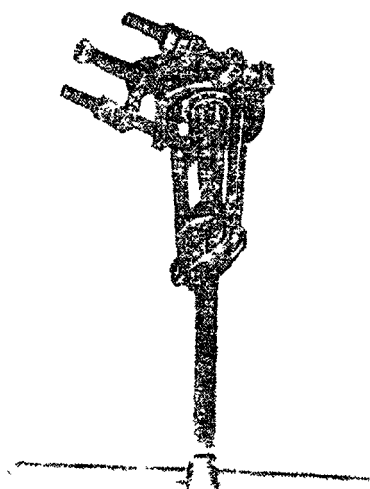
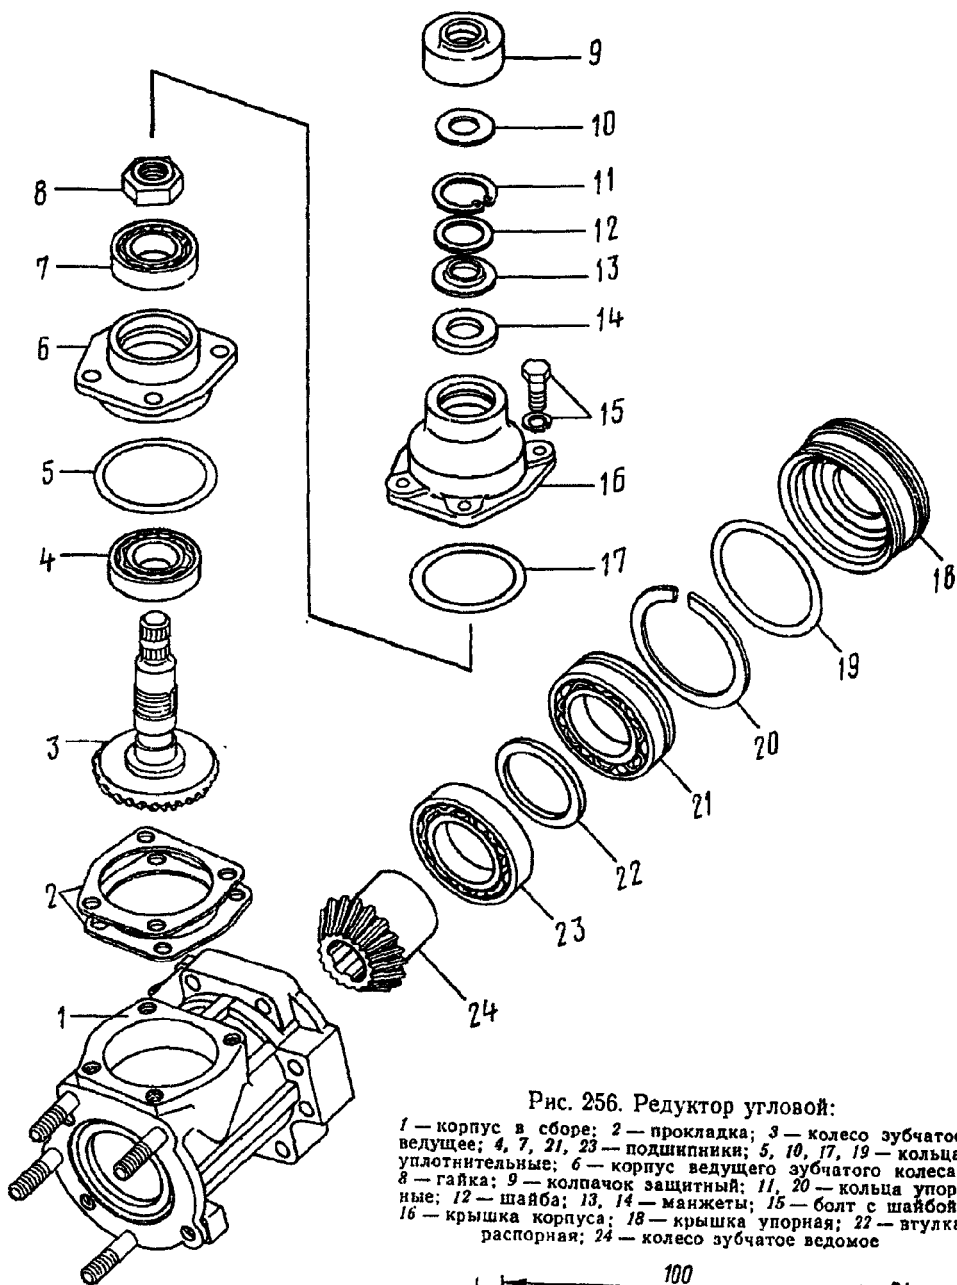

Рис. 257. Снятие подшипников углового
Рис. 256. Редуктор угловой:
Примечание. При дальнейшей разборке во избежание высыпания шариков 38 из шариковой гайки 37 и заклинивания винта 47 не допускайте проворота ведущего зубчатого колеса 3 (см. рис. 256) более чем на один оборот от его среднего положения.
18. Угловым редуктор зажмите в тиски, выверните болты 15 (рис. 256) с шайбами, снимите защитный колпачок 9 и крышку 16 корпуса ведущего зубчатого колеса	Тиски, ключ 8 мм, отвертка
21. Спрессуйте съёмником (рис. 257) подшипник 4 (см. рис. 256) с вала зубчатого колеса	Съёмник
24. Выпрессуйте съёмником (см. рис. 257) подшипники 21 и 23 (см. рис. 256).	Съёмник
33. На ведомое зубчатое колесо 24 (см. рис. 256) напресуйте подшипник 23, установите втулку 22, напресуйте подшипник 21, в проточку подшипника 21 установите упорное кольцо 20. | Молоток, оправка, спецсатяжи И801.23.000-01